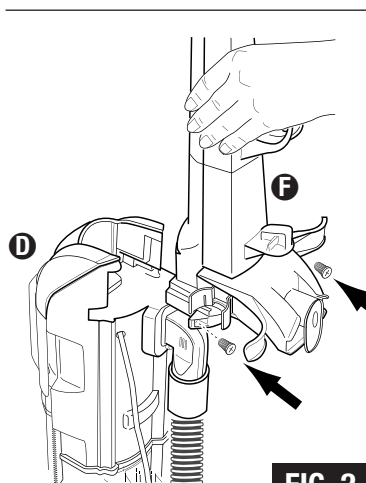

FIG. 2
- Step 1:** Slide the handle **F** into the grooves at the top of the vacuum body **D** as shown (FIG. 2).
- Step 2:** Place the two screws (supplied) into the holes at back of the unit and tighten with a screwdriver (FIG. 2).
- Étape 1 :** Glissez le manche **F** dans les rainures sur le haut de l'aspirateur **D** comme le montre le dessin (FIG. 2).
- Étape 2 :** Mettez les deux vis (fournies) dans les trous à l'arrière de l'aspirateur et serrez avec un tournevis (FIG. 2).
- Paso 1:** Deslice el mango **F** en las ranuras en la parte superior de la aspiradora **D** como lo muestra la ilustración (FIG. 2).
- Paso 2:** Coloque los dos tornillos (incluidos) en los agujeros en la parte de atrás de la máquina y apriételos con un destornillador (FIG. 2).